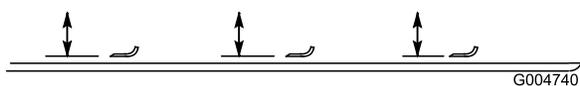

Figura 86
2. Girate la lama fino a disporla in parallelo con la lunghezza della macchina (Figura 86). Misurate la distanza tra l'interno dell'apparato di taglio e il tagliente sulla parte anteriore della lama. Ricordate questa misura.